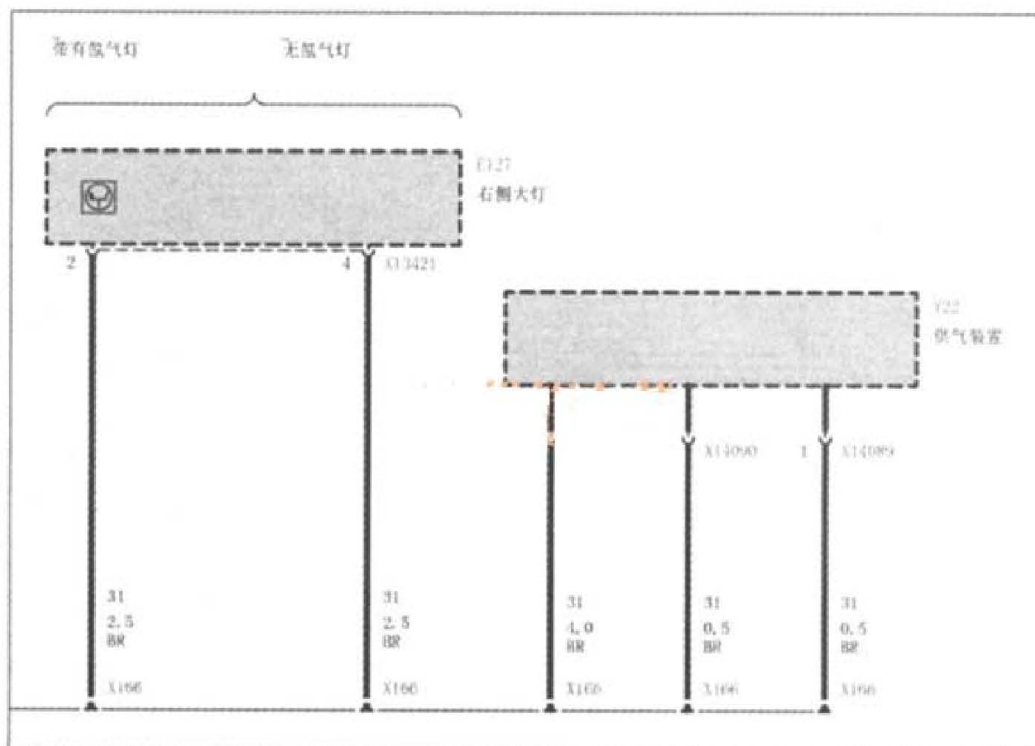

图3 与 X166 接地点相关的电路
- 5). 接着再根据电路图的指示找到右前大灯的接地点 X166。如图 2 所示,发现 X166 固定的并不是很牢固,用手轻轻就可以晃动固定螺丝,并且 X166 接地点不光是给右前大灯提供接地,在接地连接器上还有好几根线路是通过此处接地的。查阅 X166 接地的电路图(如图 3 所示),发现车身高度调节 EHC 气泵也是通过此处接地的,这样一来问题都清楚了,所有的故障都是由于 X166 连接不牢固造成的。